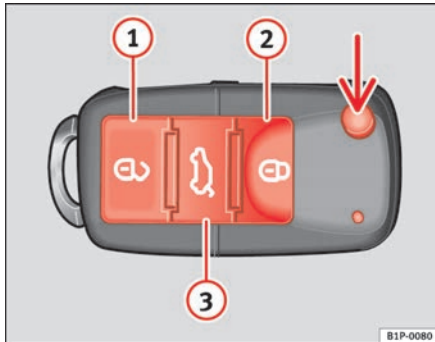

Fig. 64 Teclas de la llave con mando a distancia
Con la tecla \Rightarrow fig. 64 (flecha) del mando, se desbloquea el paletón de la llave.
Desbloqueo del vehículo \Rightarrow fig. 64 ①.
Bloqueo del vehículo \Rightarrow fig. 64 ②.
Desbloqueo del portón trasero. Pulse la tecla \Rightarrow fig. 64 ③ hasta que todos los intermitentes del vehículo parpadeen brevemente. Al pulsar la tecla de desbloqueo \Rightarrow fig. 64 ③, dispone de 2 minutos para abrir el portón. Una vez transcurrido este tiempo se bloqueará de nuevo.
Además, el testigo de la pila de la llave \Rightarrow fig. 64, parpadea.
Pulsando una vez la tecla \Rightarrow fig. 64 ①, se abrirá sólo la puerta del conductor, permaneciendo el resto cerradas.
Pulsando dos veces la tecla  ⇒ página 105, fig. 64 , se desbloquearán todas las puertas.
⇒ página 105, fig. 64 desde la cerradura de la puerta del conductor.